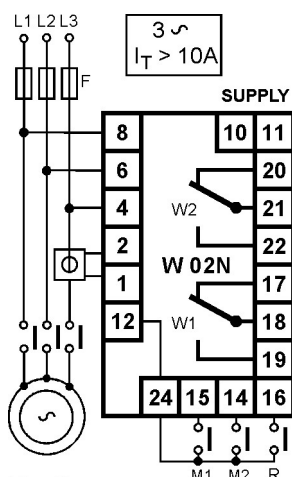

Fig. 9
- Seguire lo schema di fig. 9
b) Se  $I_t$  è maggiore di 10A si deve usare un riduttore di corrente (TA).../5 oppure .../1 (schema di fig.9).
Il collegamento si esegue secondo fig.9. Dalla tabella A si ricava che il fondo scala di corrente più vicino, immediatamente superiore al valore di  $I_t$ , è 25A.
##### (Rif. Fig. 9)
#### CONNECTION WITH CT (Ref. Fig. 9)
Follow diagram of fig. 9